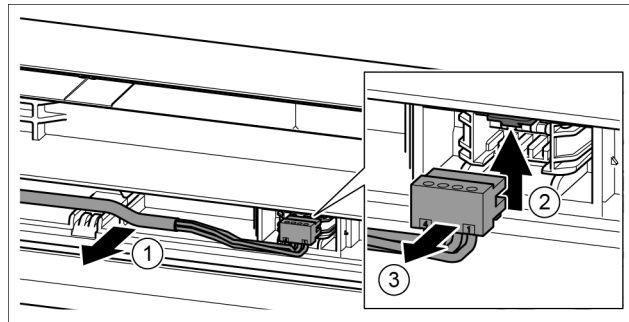

Fig. 19
- ▶ A szürke kábelt óvatosan vegye ki az ajtóban lévő vezetősínből. Fig. 19 (1)
- ▶ Nyomja felfelé a fedőlemezt. Fig. 19 (2)
- ▶ Óvatosan húzza ki a dugót. Fig. 19 (3)